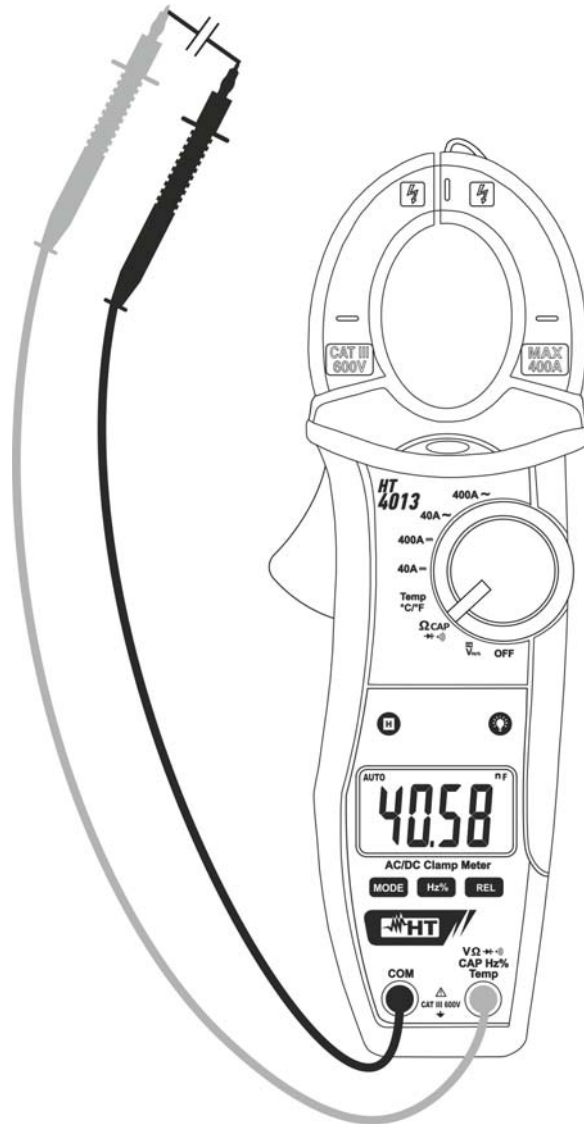

Abb. 8: Verwendung der Zange für Kapazitätsmessung
4. Stellen Sie die Messleitungen in die gewünschten Punkte des zu messenden Kreises (siehe Abb. 8). Der Kapazitätswert erscheint auf dem Display